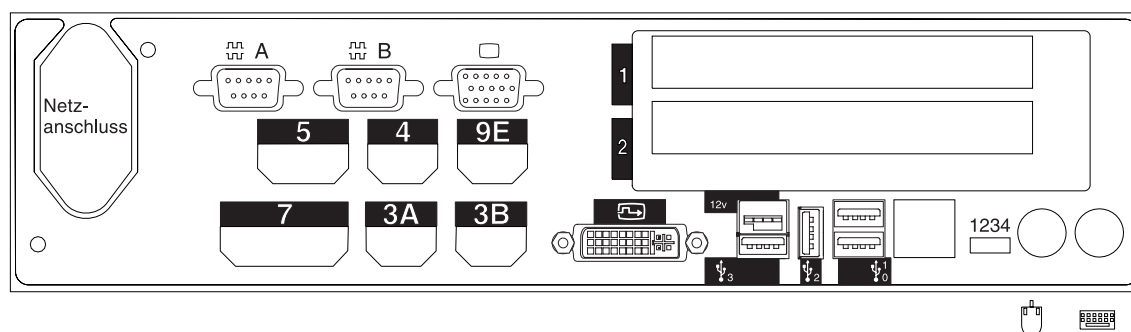

Abbildung 125. Rückseite der Kombination Handelscomputer/Datenkasse IBM 4694-307
8. In Abb. 125 die Buchsen, an die die Kasseneinheiten angeschlossen werden sollen, durch ein X kennzeichnen.